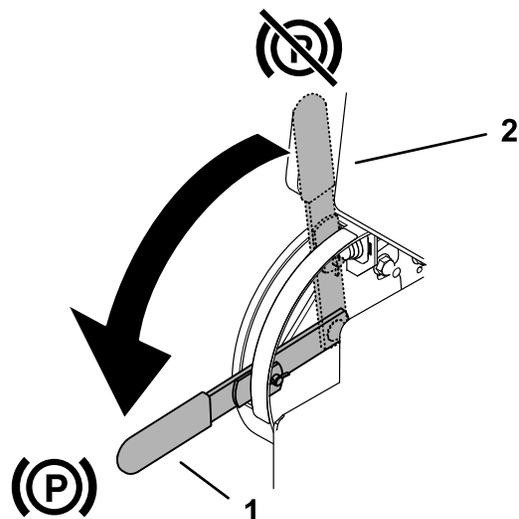

Рисунок 5
- Для включения стояночного тормоза поверните его рычаг вниз (Рисунок 5).
- Для выключения стояночного тормоза поверните его рычаг вверх (Рисунок 5).